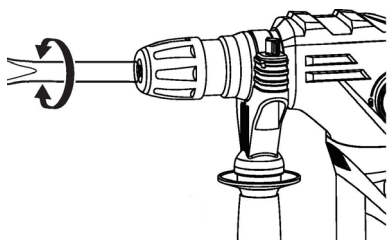

Рис.8
- Затем повернуть долото под необходимым углом и перевести переключатель режимов **(4)** в положение «долбление», тем самым зафиксировав выбранную плоскость долота (Рис.8).